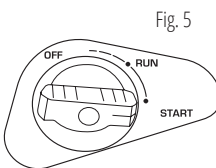

Fig. 5
4. Rotiți butonul de comandă al clapetei de aer în poziția „START” (Fig. 5).